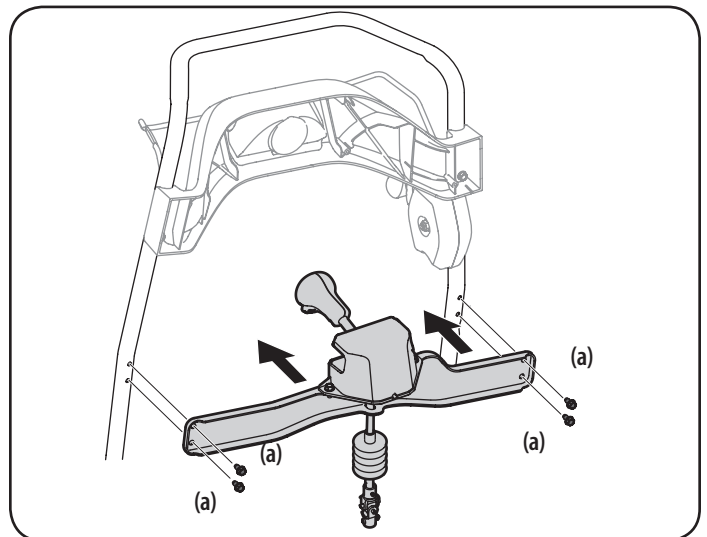

Figura 7
2. Usando los tornillos de cabeza hexagonal (a), instale el conjunto del control de rotación del canal. Consulte la Figura 7.